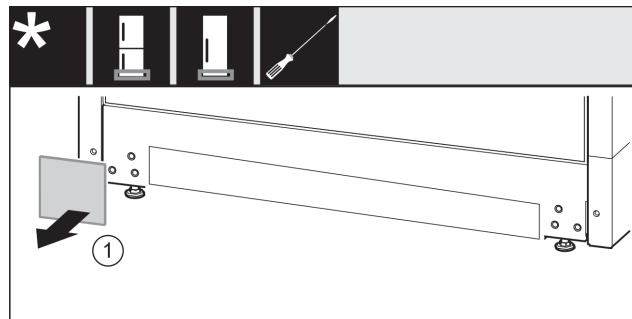

Fig. 16
- ▶ Abdeckung Fig. 16 (1) abnehmen.